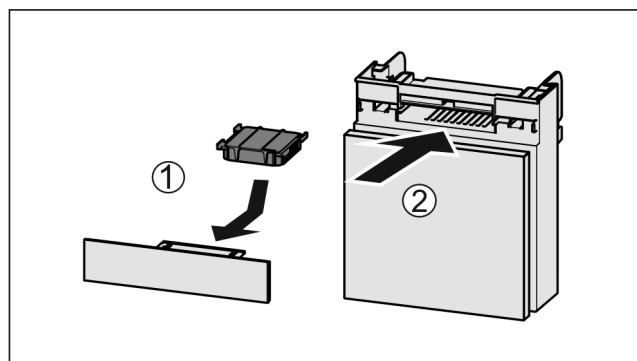

Fig. 144
- ▶ Umetnite filter s aktivnim ugljenom kao što je prikazano na slici Fig. 144 (1).
- ▶ Umetnite pretinac Fig. 144 (2).